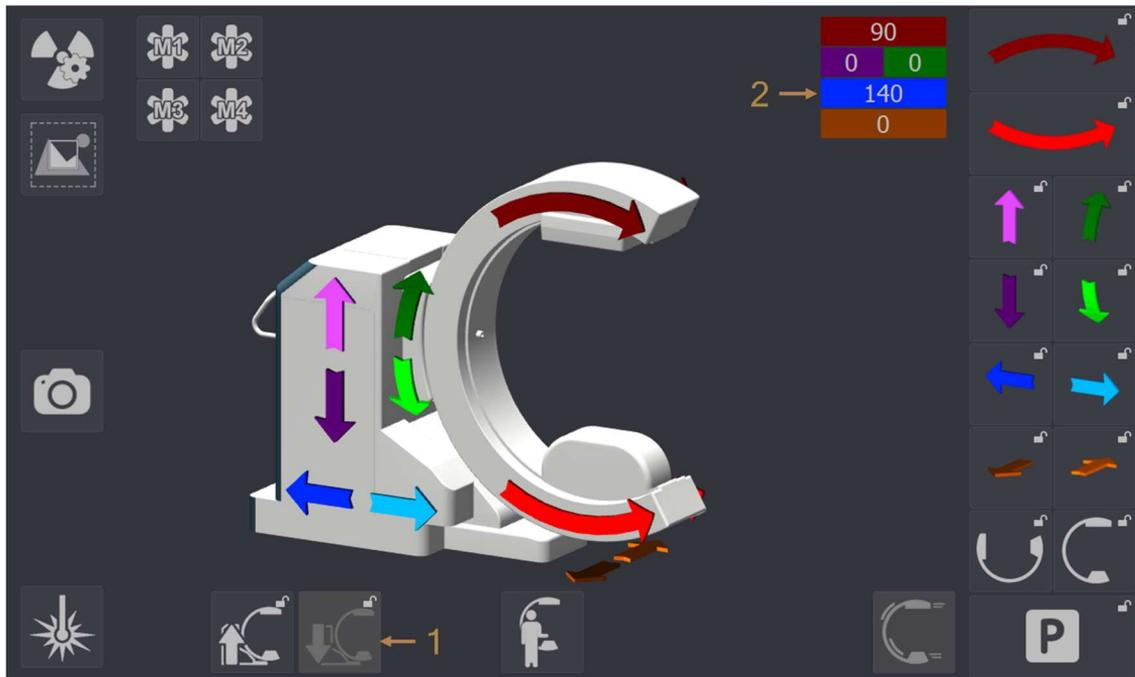

Figure 2 - Mise en place C-arm
1. Placer le C-arm sur les rouleaux (l'icône pointée par l'indicateur 1 sur la Figure 2 doit être grisée)
2. Régler la position de l'axe X du C-arm à 140 (cf. indicateur 2 de la Figure 2)